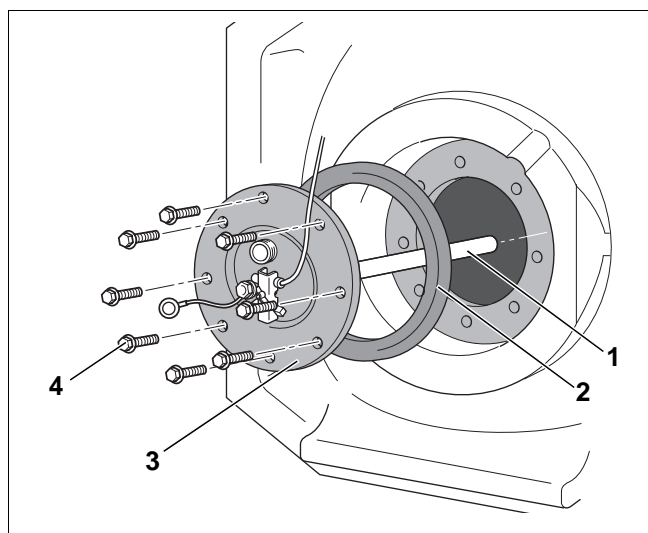

Рис. 15 Демонтаж крышки смотрового люка
- Вывернуть болты (рис. 15, поз. 4) из крышки смотрового люка (рис. 15, поз. 3).
- Снять с бака крышку смотрового люка вместе с магниевым анодом (рис. 15, поз. 1) и уплотнением крышки люка (рис. 15, поз. 2).